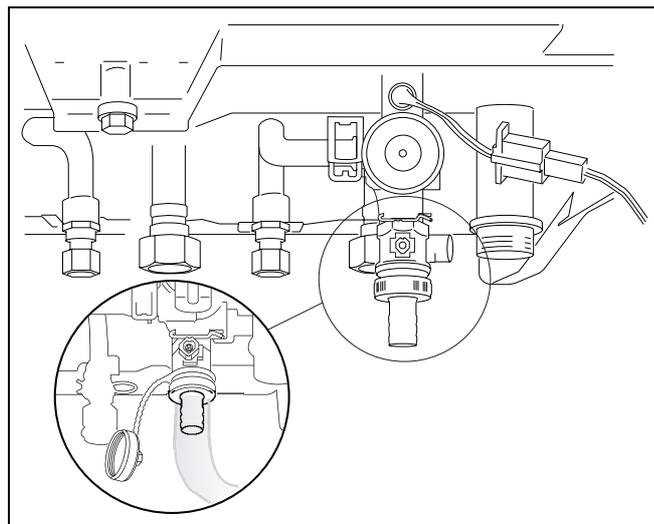

Fig. 17 Riempimento dell'impianto di riscaldamento (apparecchio singolo)
- Collegare il tubo al rubinetto di riempimento dell'apparecchio (fig. 17).